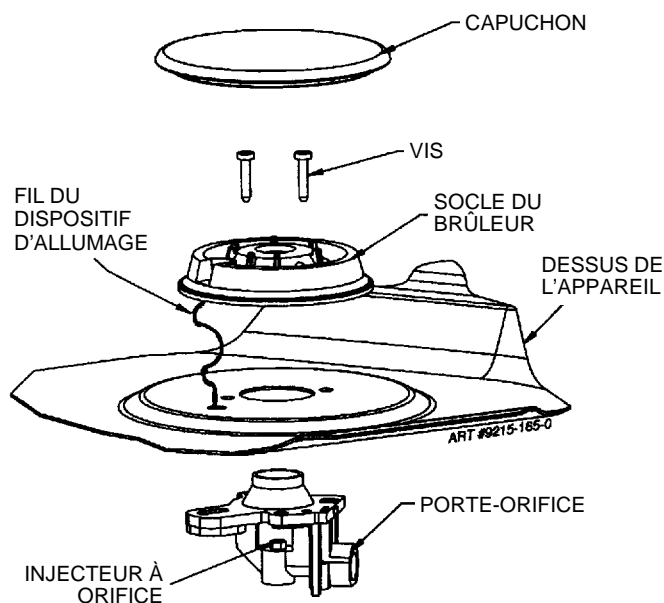

FIGURE 7
Étape 2 : Retirer le socle du brûleur ; pour cela, enlever les 2 vis à 6 lobes (T-15). (Voir la figure 7.) Laisser le fil du dispositif d'allumage attaché au socle.
Étape 3 : Pousser fermement un **tourne-écrou** de 7 mm (ou 9/32 po) sur l'injecteur à orifice (figure 7) et desserrer l'injecteur en le tournant dans le sens anti-horaire. Retirer doucement le tourne-écrou du col du brûleur. L'injecteur à orifice doit se trouver pris dans le creux. Répéter pour chaque brûleur.